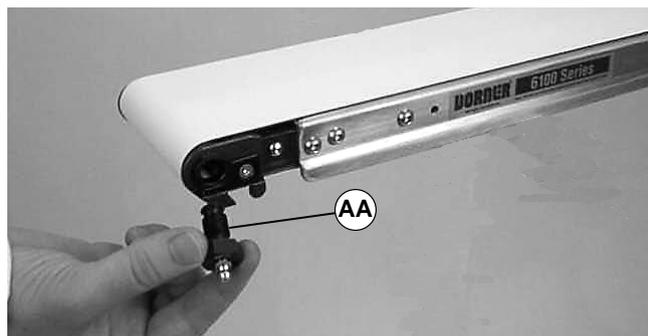

Abbildung 18
2. Den Schmieradapter von Dörner (Teilnr. 200046M) installieren (AA siehe Abbildung 18). Sicherstellen, daß die Adapterschulter an der Endplatte des Förderers anliegt.